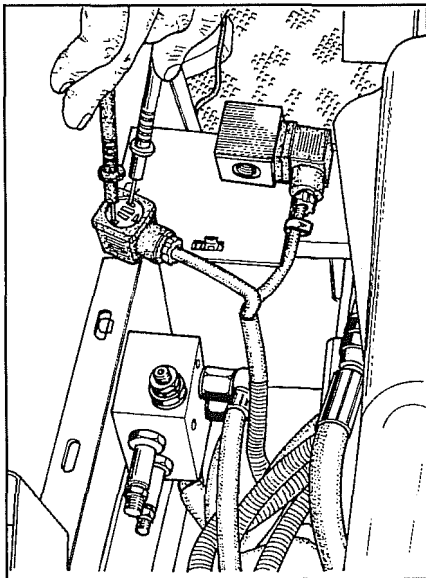

Abb. 3
- 4 Bei eingeschaltetem Zünd-Anlaßschalter auf dem Stecker des Kabels des Allradantriebs (das ohne Markierung) mit dem Testgerät prüfen, daß eine Spannung von 12 V ankommt, siehe Abb. 3. Dieser Wert muß sich auf 0 V senken, wenn man beide Bremspedale gleichzeitig betätigt, oder auf einen Wert zwischen 5,6 V und 2 V sinken, wenn man den Druckknopf des Allradantriebs betätigt (Werte zwischen 5,6 V und 2 V werden wegen der Wirkung induzierter Ströme gemessen).